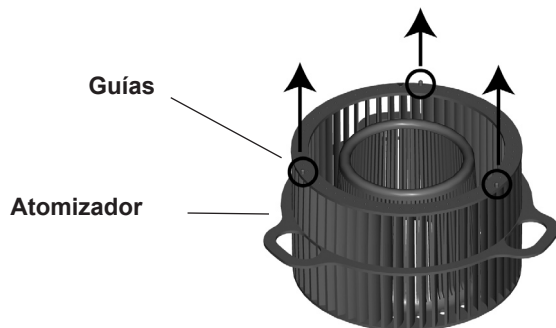

Figura 17
- Coloque el atomizador en el depósito superior, alinee los tres orificios ovalados del atomizador con los tres dientes del depósito superior. El lado del atomizador que tiene los tres guías cortas debe estar mirando hacia arriba. Vea la figura 17.